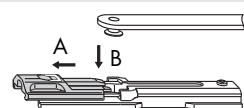

Bild 1
- A** Aushebesicherung des Anschlages (**10**) zurückschieben (Bild 1).
- B** Fasenkopfniet der Kippflügelschere LM (**8**) in die vorgesehene Führung einlegen (Bild 1).